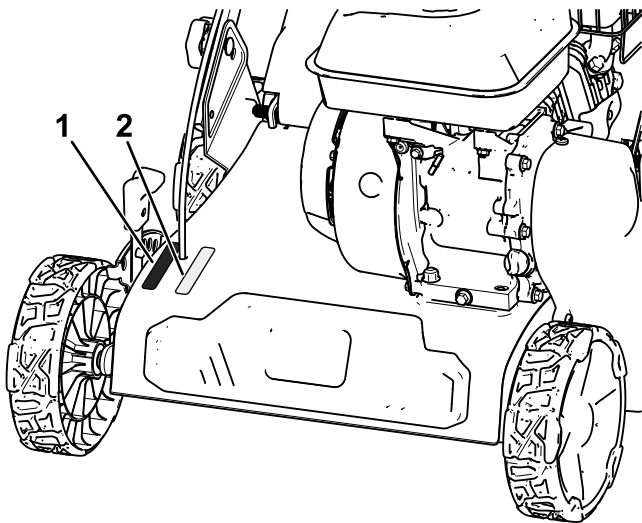

**Bild 4**
3. Schieben Sie das andere Ende der Wellenbaugruppe vom Antrieb und ersetzen Sie es durch die gewünschte Wellenbaugruppe (Bild 4).